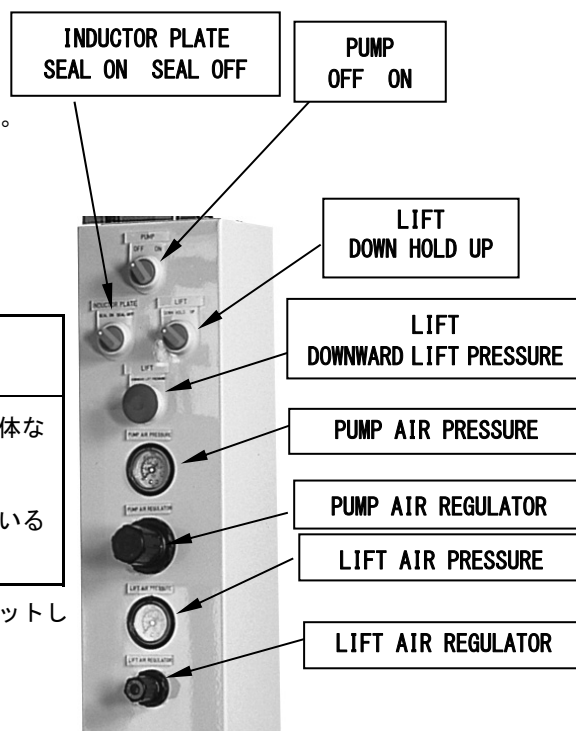

Fig.5.6
(Fig.5.6)
- 6) 「LIFT」スイッチを DOWN に切り換えてください。(Fig.5.6)
- 7) インダクタープレートがインキ面に到達確認で即座 (2 秒以内) に「INDUCTOR PLATE」スイッチを SEAL ON (拡大) に切り換え、ワイパーでドラム面とインキ面をシールしてください。(Fig.5.6)